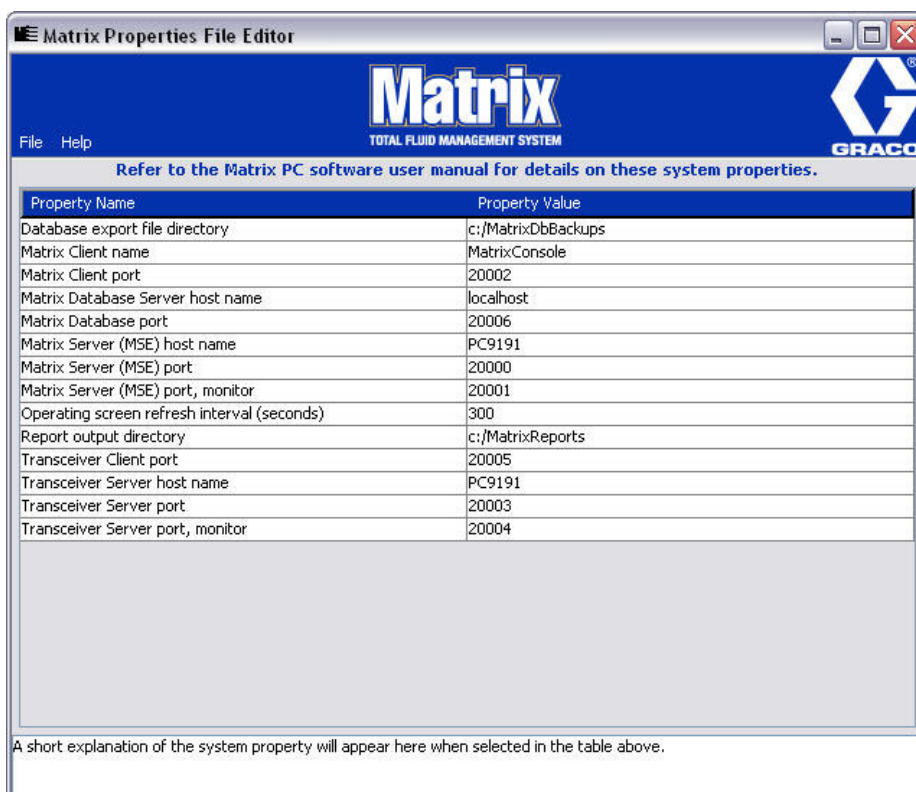

FIG. 12
- El editor aparece en la forma de una lista de dos columnas que contiene las propiedades del sistema: los nombres de las propiedades se ubican a la izquierda y sus valores editables, a la derecha (FIG. 12). Cuando selecciona una propiedad haciendo clic en ella, el panel inferior de la pantalla muestra información básica sobre esa propiedad.